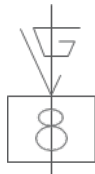

Abb. 2
- mittleres Klemmdrehmoment: **kein Punkt** (Abb.2)